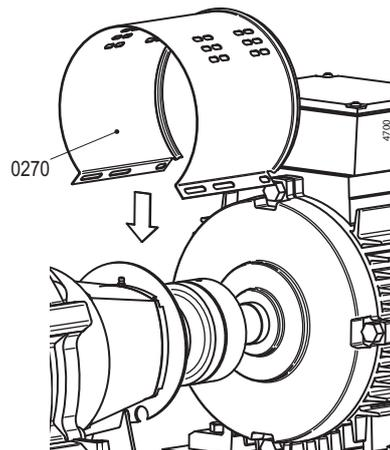

Figura 13: Montare la camicia a lato del motore.
- 2 Togliere entrambe le camicie di protezione (0270). Vedere la la figura 13.